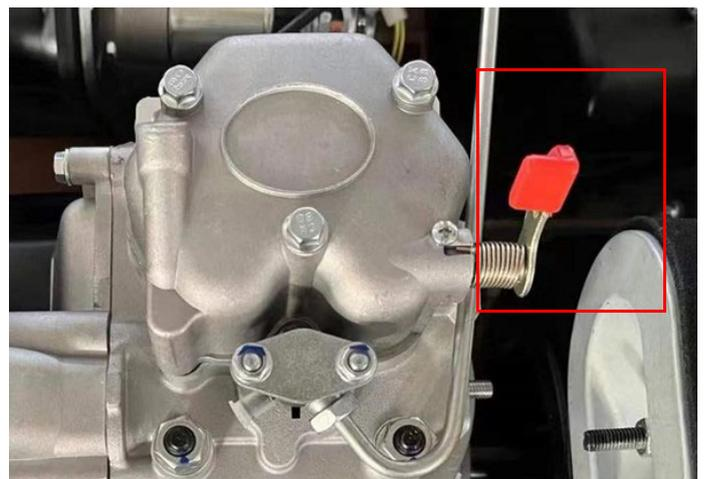

Abb. 7-1: Dekompressionshebel
- Öffnen Sie die Abdeckung, unter der sich der Dekompressionshebel befindet (Abb. 7-1).